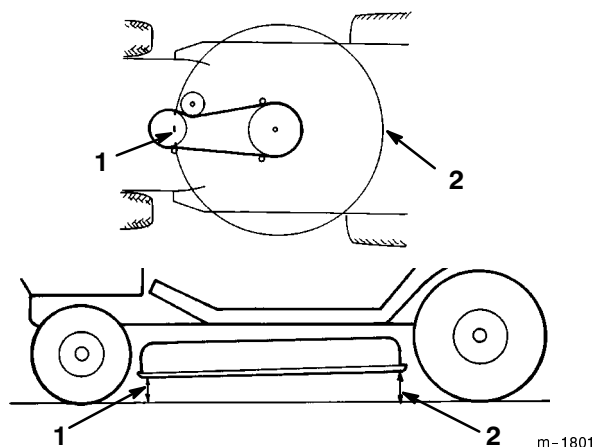

Figure 46
5. Contrôlez l'inclinaison avant/arrière en mesurant la hauteur du bas du plateau de coupe (au centre, à l'avant et à l'arrière) par rapport au sol plat (Fig. 46). Si l'avant de la machine est plus de 16 mm plus bas que l'arrière, un réglage est nécessaire (voir les étapes 6 - 10).